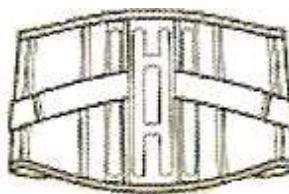

Figure 31 : CMLR droite et sans emboîtement ⁽⁵⁶⁾
- CMLR droite et sans emboîtement. Prévue surtout pour les hommes sans proéminence abdominale mais aussi quelques fois pour les femmes. La hauteur avant est quasi-identique à la hauteur dos (Figure 31) ;